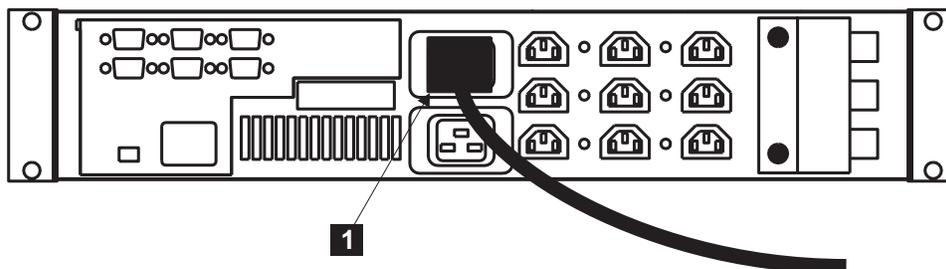

図 25. 無停電電源装置電源ケーブルの取り付け
8. 無停電電源装置の後ろ側で、無停電電源装置の主電源ケーブルを電源ソケット **1** に差し込む (図 25 を参照)。